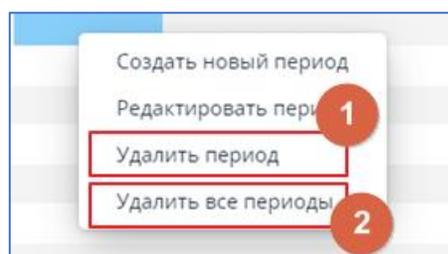

рис. 11.8. Удаление периодов планирования
- Выбрать **Удалить период**, если необходимо убрать конкретный период планирования (см. рис. 11.8. [1]).
- Выбрать **Удалить все периоды**, например, в случае, если необходимо очистить график от всех заведенных ранее периодов (см. рис. 11.8. [2]).